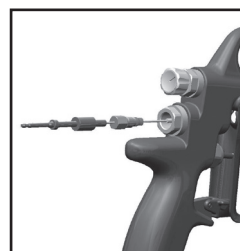

Fig. 12
5. Retirer l'ensemble pointeau. (Voir fig. 12)
6. Insérer un nouvel ensemble pointeau et un nouveau ressort si nécessaire. (Voir figures 12 et 10) Vérifier que le tampon est bien fixé au ressort.